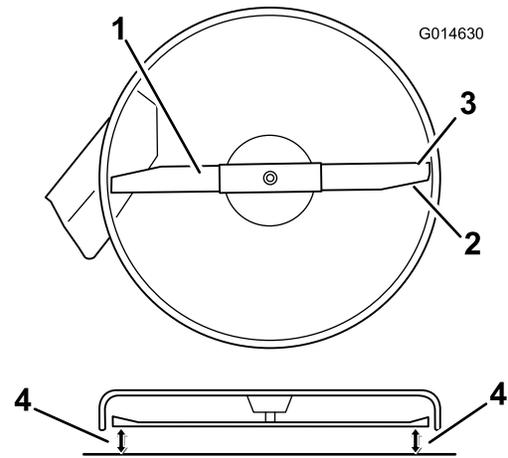

Figura 49
- Girate con cautela le lame in modo che siano disposte tutte lateralmente (Figura 49).
- Misurate la distanza tra i taglienti esterni e la superficie piatta (Figura 49). Se entrambe le misure non rientrano nella tolleranza di 5 mm è necessario regolare; proseguite l'operazione.